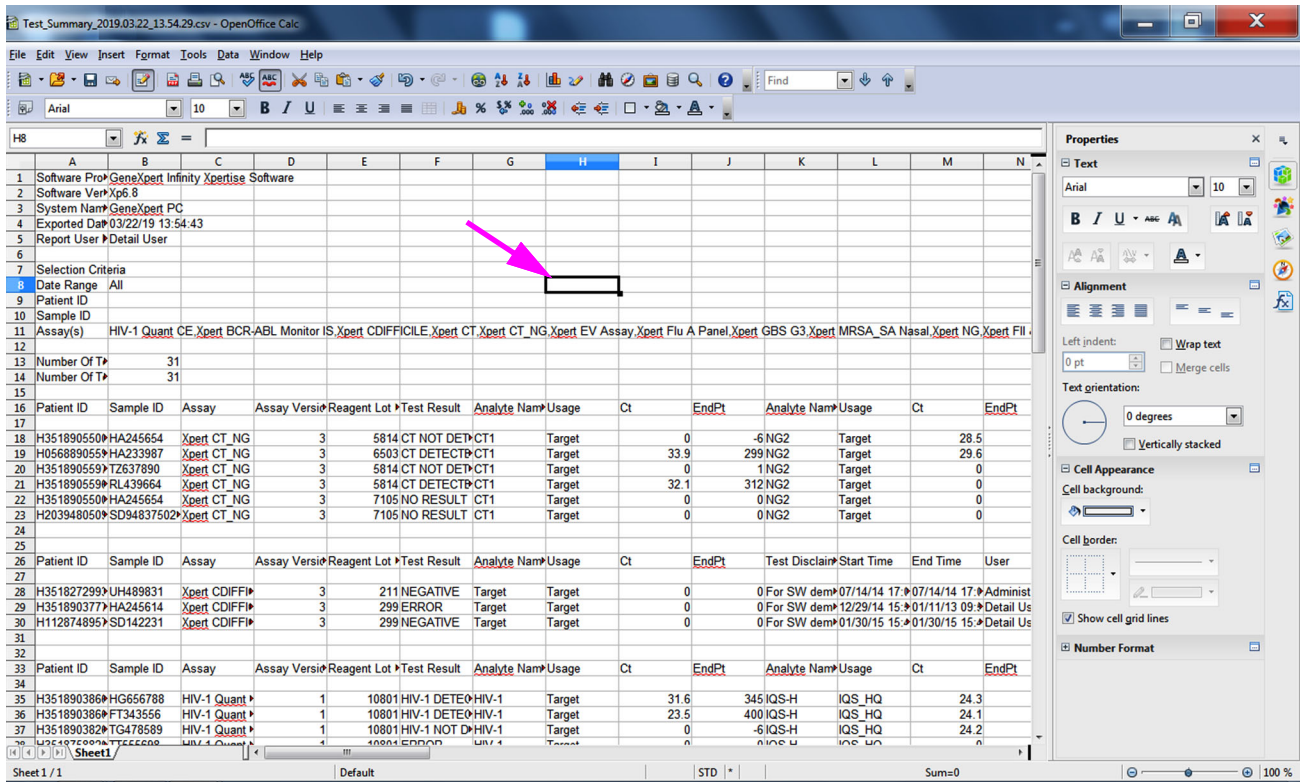

图 C-9. 带已调整列的文件最终视图
12. 单击**默认值 (Default value)** 左侧的复选框，然后单击 **确定 (OK)** 关闭对话框。然后，列宽会被调整且文件将被格式化，如图 C-9所示。单击空白列的任何地方以取消选中蓝色单元格，将单元格再次变为白色。